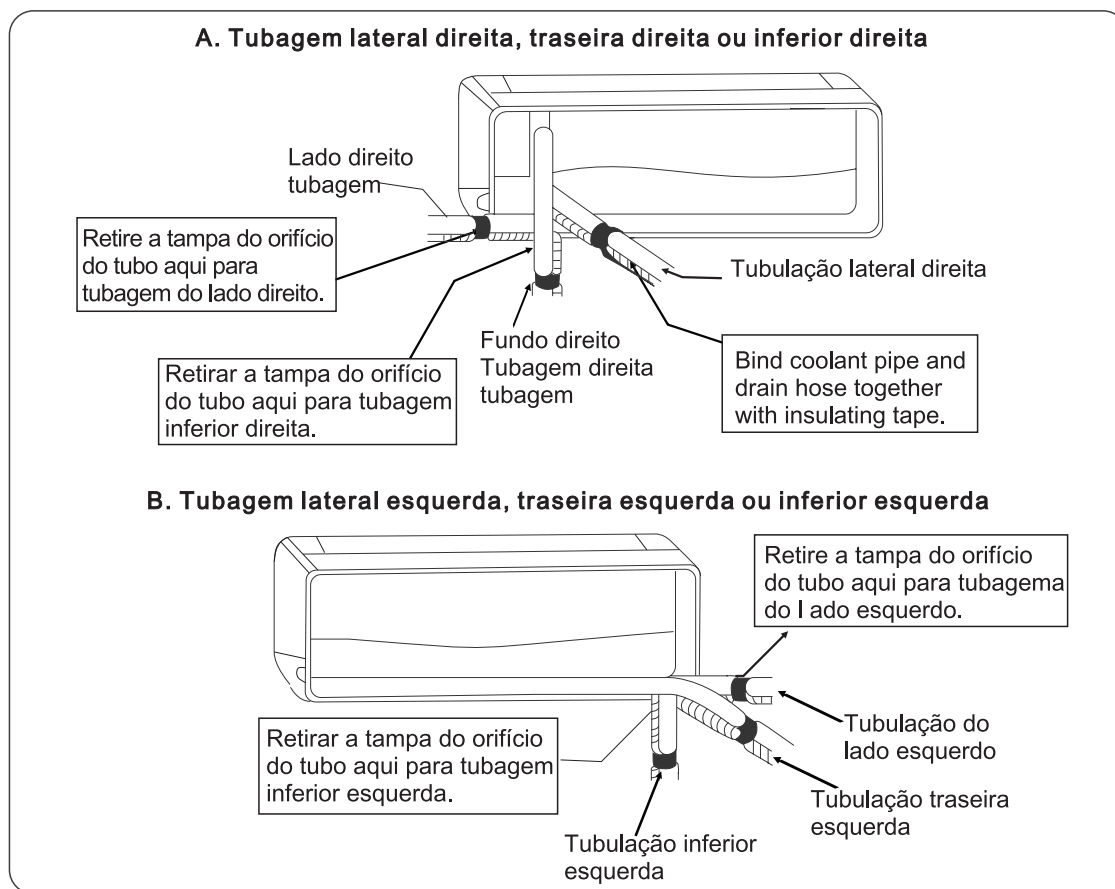

Fig 1
- 3.envolva o fio entre as unidades, os tubos de refrigerante e a mangueira de drenagem com fita isoladora. (ver Fig. 1)